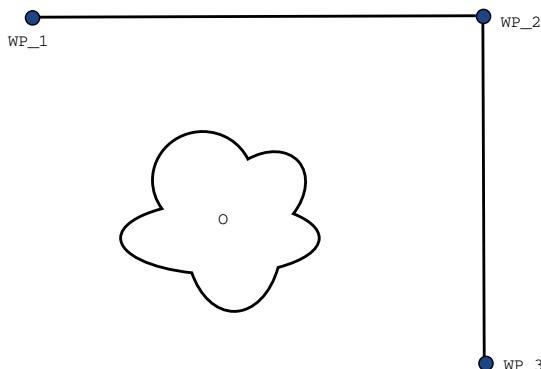

Figura 15.2: WP_1: posición inicial, WP_2: punto de la ruta, WP_3: posición de recogida, 0: obstáculo.
Ejemplo Tomemos como ejemplo una aplicación de carga y descarga (consulte figura 15.2), en la que el robot se encuentra en ese momento en el punto de paso 1 (WP_1) y necesita recoger un objeto en el punto de paso 3 (WP_3). Para evitar colisiones con el objeto y otros obstáculos (0), el robot debe aproximarse a WP_3 en la dirección procedente del punto de paso 2 (WP_2). Por ello, se introducen tres puntos de paso para crear una trayectoria que cumpla estos requisitos.